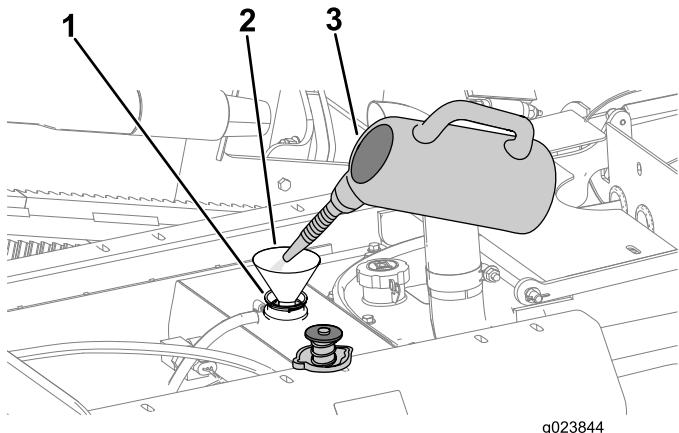

Figura 142
- B. Añada una solución de limpieza para sistemas de refrigeración al radiador por el cuello de llenado (Figura 142).